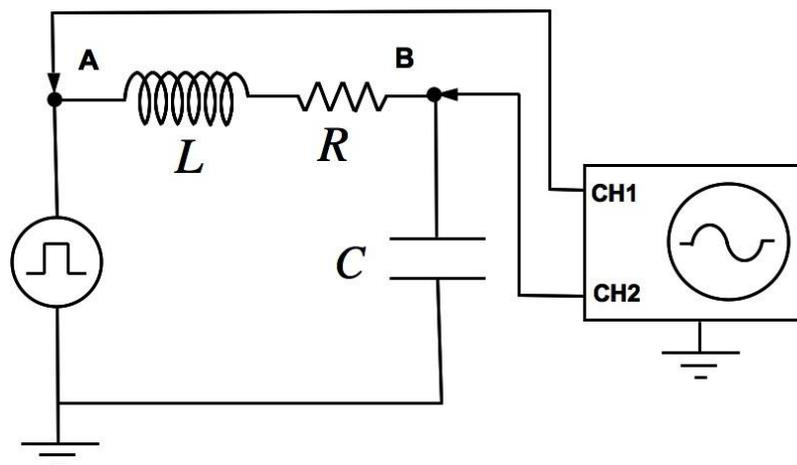
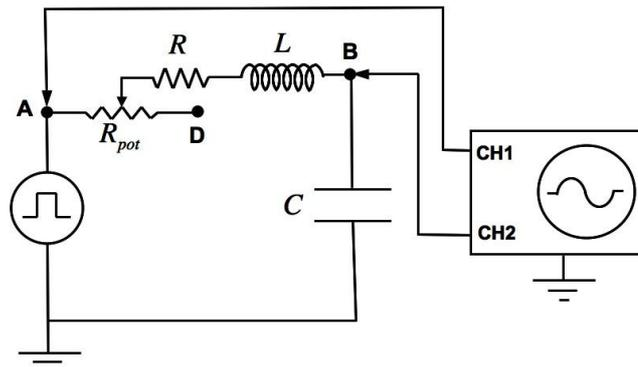

Figura 3: Circuito RLC .
Figura 5: Associação em série de um resistor variável aos elementos do circuito da **Figura 3** para verificação da mudança de regime do circuito RLC .
A **Figura 3** mostra as tensões sobre o resistor, capacitor e indutor nos três regimes (sub-crítico super-crítico e crítico). É interessante notar que no caso de amortecimento sub-crítico, o número de oscilações dentro de uma constante de tempo (i.e. τ/T_0 , onde $T_0 = 2\pi/\omega_0$) é Q/π . Q é π vezes o número de oscilações contadas dentro de uma constante de tempo.
Figura 3. Transientes no circuito RLC em série para os casos de amortecimento sub-crítico (esquerda), amortecimento crítico (direita, $Q=0.5$) e super-crítico (direita $Q=0.3$). ϵ_{pp} é a tensão pico a pico da onda quadrada
- 2) Monte o circuito da **Figura 3** utilizando os valores $10nF < C < 50nF$, $L \sim 10mH$ e $R=100\Omega$.
- 1) Com o auxílio do osciloscópio, ajuste a tensão de saída do gerador de ondas quadradas de modo que tenhamos $V_0=5V$ e a frequência $f \sim 500Hz$. Associe em série ao resistor R no circuito da **Figura 3** um potenciômetro ($R_{pot}=5k\Omega$) como mostrado na **Figura 5**. O potenciômetro é um elemento de circuito com resistência variável. Ele é muito utilizado em situações que se deseja variar a corrente e, por conseguinte a potência fornecida a determinado circuito elétrico.